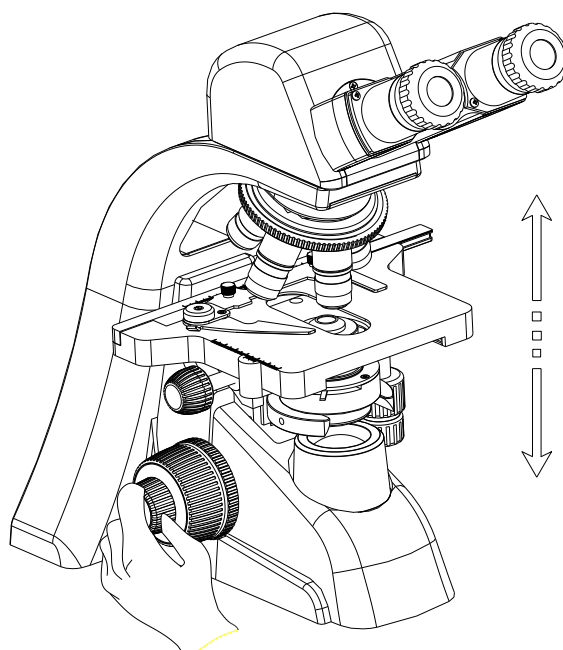

图 8 旋转微调手轮
6. 旋转微调手轮（9），进行精确聚焦（见图 8）。注意不要同时沿相反方向旋转左右调焦手轮。